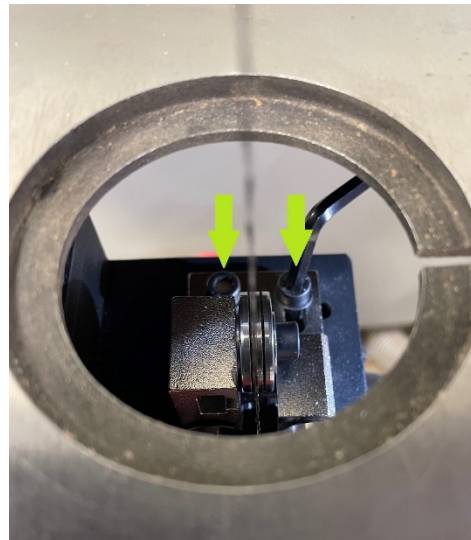

Figure 22b
- Desserrer les deux vis de fixation du guide inférieur. (Fig 22b)